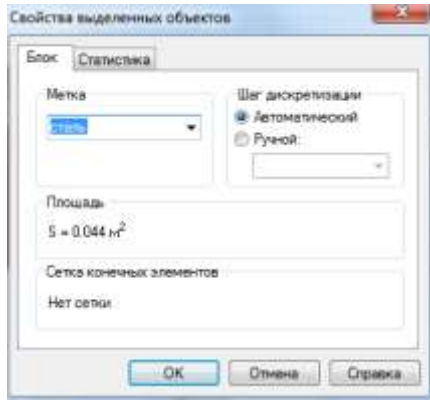

Рисунок 2.14 – Присвоення мітки блоку «сталь»
- Після появи форми **Свойства выделенных объектов** (Рис.2.14), у вікно **Метка** помістіть ім'я мітки, в даному випадку «сталь».